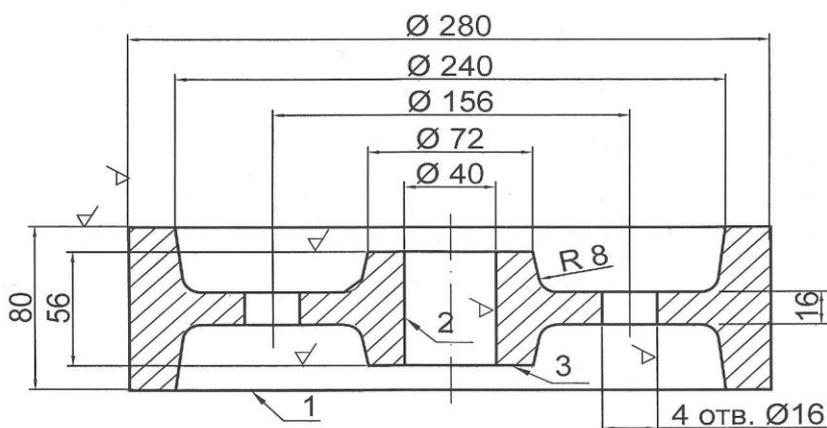

Рис.2 Колесо (Сталь 35Л)
Приведите схемы обработки поверхностей 1, 2, 3 детали (рис. 2).
1. (Задание 9) По эскизу детали (рис. 2) разработайте эскиз отливки. Приведите эскизы модели и собранной литейной формы (в разрезе) с указанием размеров. Дайте обоснование назначению размеров модели. Опишите последовательность изготовления литейной формы и получения отливки.